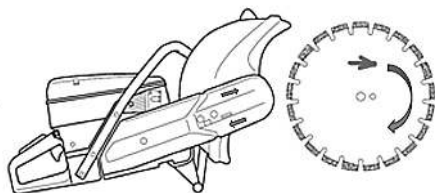

Рис. 5 Проверка направления вращения диска
4. Проверьте направление вращения диска (Рис. 5). Убедитесь, что диск вращается в направлении, указанном стрелкой на диске. Направление вращения показано стрелками на кожухе режущего узла бензореза и полотно диска.